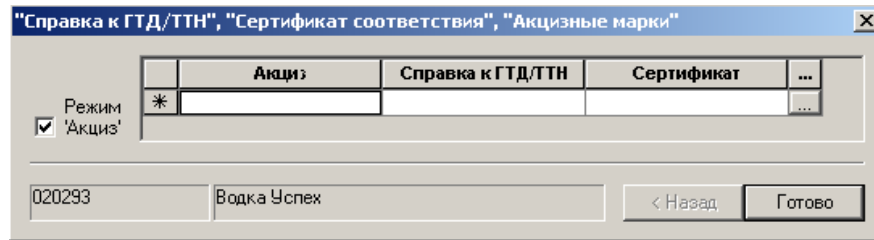

Рисунок 35 – Акцизный товар
- **Акцизный товар** – при установке флага попытка оприходования товара без заполнения соответствующих полей мастера диалога (Рисунок 35) будет блокирована.